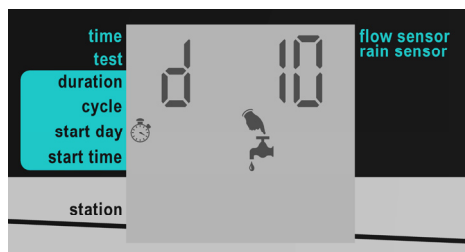

Figura 24: Ejemplo de pantalla de día de inicio
1. Desde la pantalla principal, pulse $\leftarrow$, hasta que aparezca la pantalla Start Day (Figura 24).
2. Pulse + y - para aumentar y disminuir el número de días. En la Figura 24, el valor está establecido en 10 días. El valor máximo soportado es 30 días.